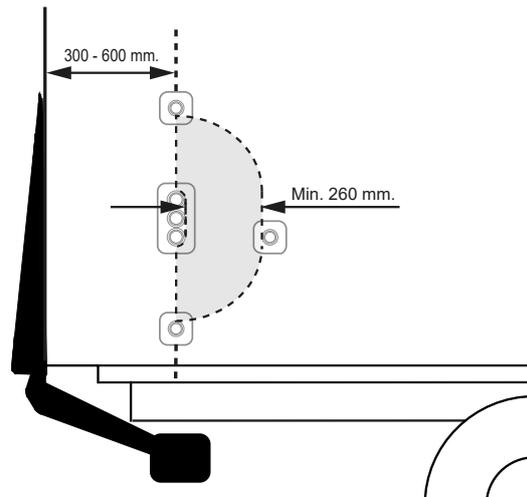

Figura 43. Montaje del dispositivo de mando CD 1 a dos manos.
2. La distancia entre el borde trasero del vehículo y el centro de los dispositivos de mando debe ser 300-600 mm. Las distancias entre los dispositivos de mando deben ser de 260 mm como mínimo. Véase Figura 43.